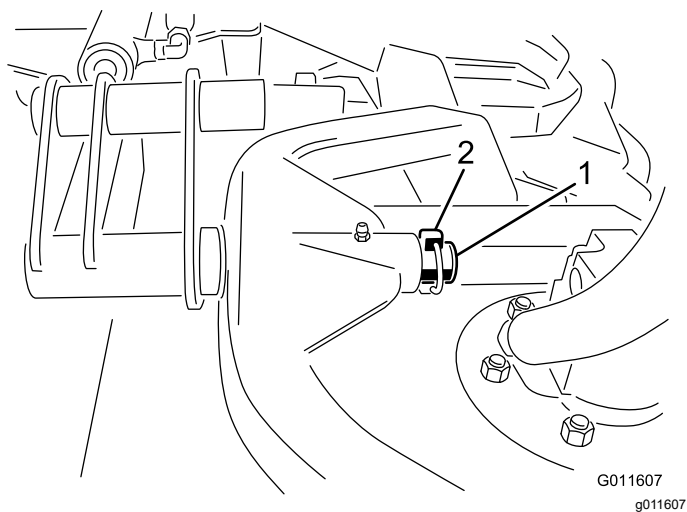

Figure 4
3. Poussez le bâti porteur du plateau de coupe sur la tige de pivot et fixez-le avec la goupille à anneau (Figure 4).